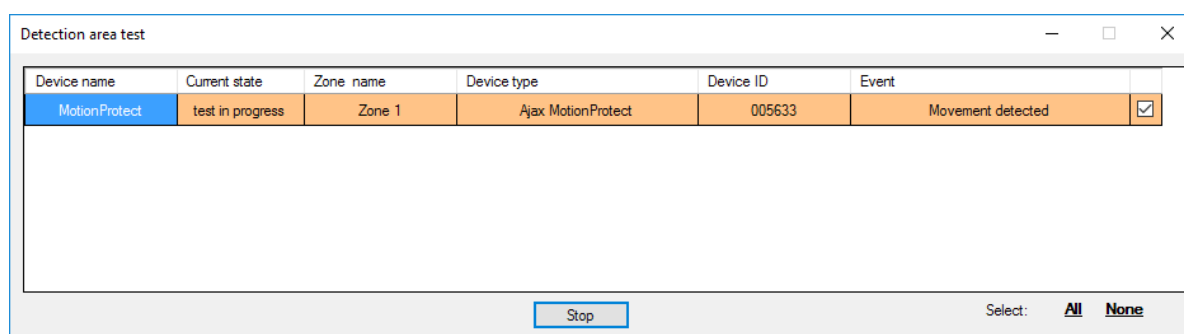

Imagen 16. Prueba de área de detección
9. Se requiere la prueba del área de detección (Imagen 16) para asegurarse de que los sensores estén funcionando de manera eficiente en su posición actual. En el modo de prueba, la luz del sensor está encendida permanentemente, apagándose durante 1 segundo mientras se activa, es muy fácil de observar. A diferencia de la prueba de señal de radio, es posible ejecutar la prueba del área de detección para varios sensores simultáneamente. Para ello, seleccione la casilla de verificación en cada dispositivo en la ventana «**Prueba de detección de área**», habiendo abierto previamente la ventana de prueba pulsando el botón de la lupa sobre el sensor seleccionado. El mando SpaceControl no admite las pruebas del área de detección ni las pruebas de señal de radio.